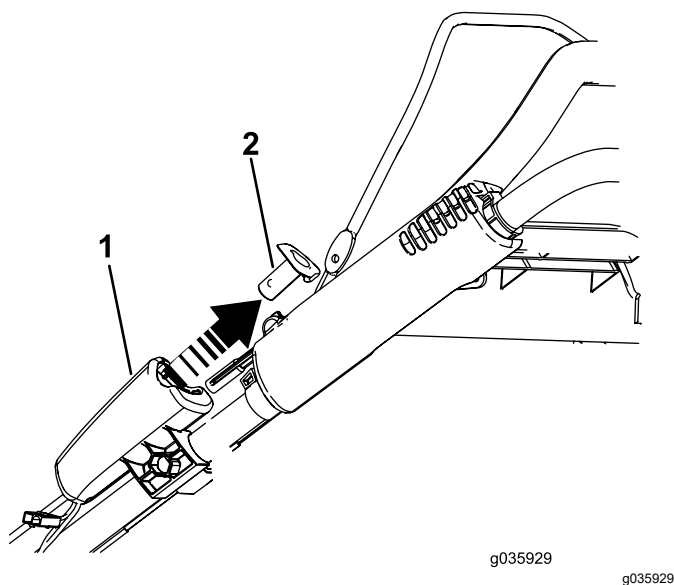

Рисунок 21
1. Снимите кнопку электрического стартера (при наличии); см. Рисунок 21.